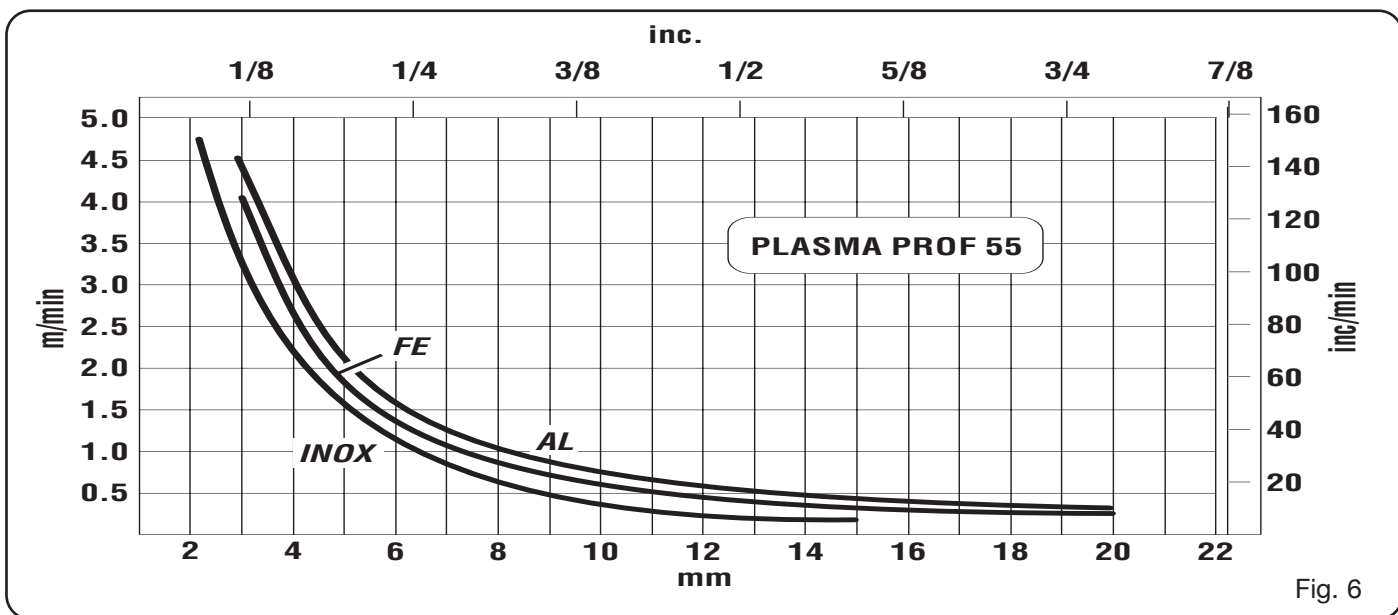

Fig. 6
- Espesor excesivo de la pieza (ver diagramas velocidad de corte, fig. 6)